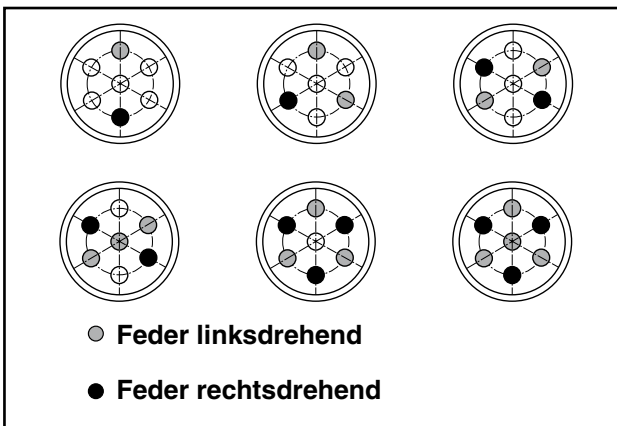

Abb. 9 Anordnung der Federn bei Antrieb mit Federrückstellung
- dabei die Schrauben (18) überkreuz und paarweise gleichmäßig in kleinen Schritten lösen, um die Federn langsam zu entspannen, dann die Federbestückung so ändern, wie Abb. 9 zeigt und dann Deckel (2) in umgekehrter Folge wieder festziehen.